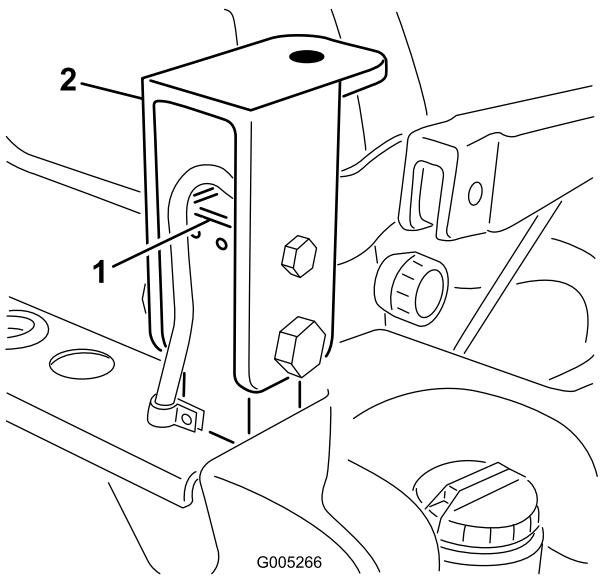

Figura 90
47. Retire os parafusos e as porcas que fixam os suportes de montagem da cabina às colunas ROPS (Figura 90).